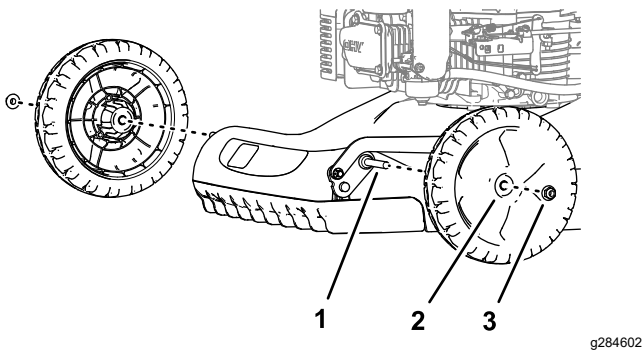

Figure 5
1. Retirez le contre-écrou à embase ($\frac{3}{8}$ ") qui fixe la roue à l'arbre de roue et déposez la roue (Figure 5).